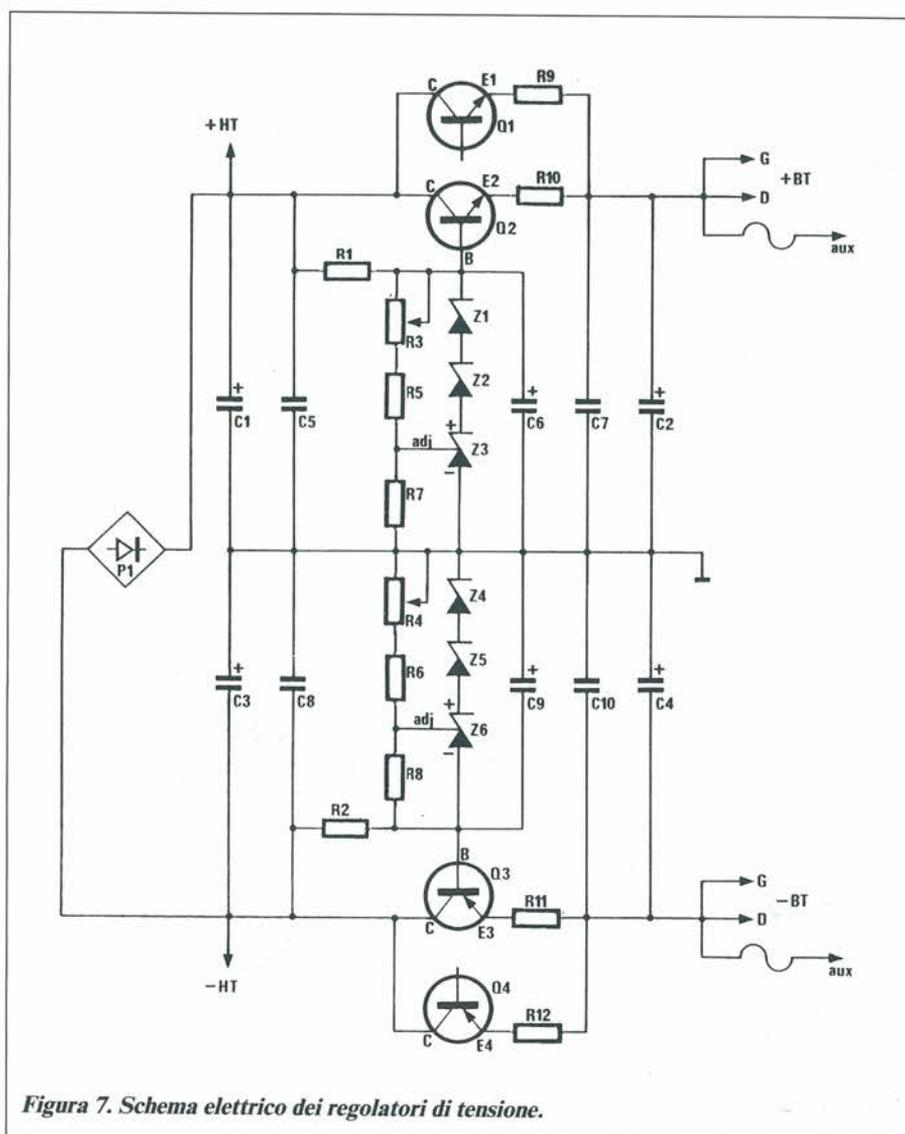

Figura 7. Schema elettrico dei regolatori di tensione.
Il loro schema di principio è illustrato in Figura 7 e corrisponde a una struttura zener + ballast già collaudata. Gli zener asserviti Z3 e Z6 pilotano una serie di Darlington di potenza montati in parallelo (Q1+Q2 e Q3+Q4).
I circuiti di regolazione della Figura 7 vanno montati sui due piccoli circuiti stampati differenti, denominati Z+ e Z-, le cui piste di rame sono disegnate nelle Figure 15 e 17 con la disposizione dei componenti nelle Figure 16 e 18. Sulla parte interna di ognuna di queste basette andrà montato un dissipatore termico di adeguate dimensioni, in modo che la parte alta della basetta (positivo di C6 o di C9) sia a filo con il lato alto del dissipatore termico.
- Collegare rispettivamente a +BT e -BT di Z+ e Z- due fili (di robusta sezione) diretti verso i terminali + e - degli elettrolitici C2 e C4 (vedi Figura 7). Scaricare C2 e C4, mediante un resistore o un cortocircuito, prima di collegarli a +BT e -BT.